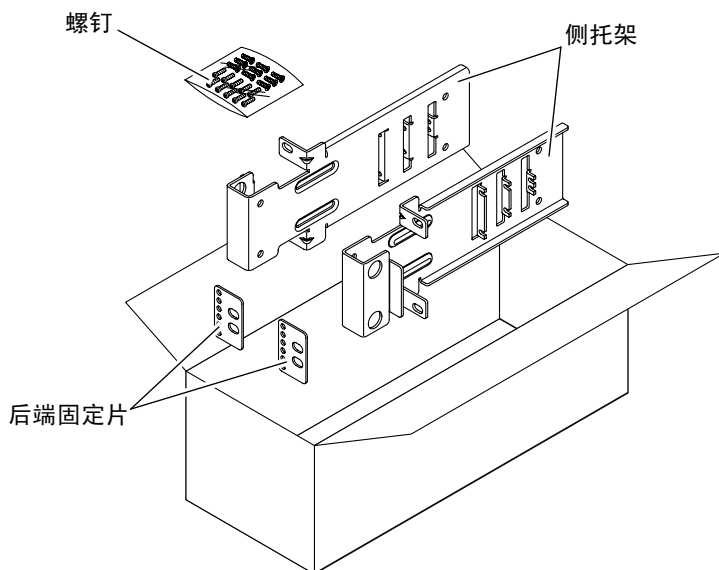

图 3-30 19 英寸双柱机架固定式安装套件中的物品
1. 从机架套件中取出侧托架 (图 3-30)。
5. (可选) 如果机架所处环境中存在较大的振动, 请使用后端固定片将服务器更牢固地固定在机架上 (图 3-30)。